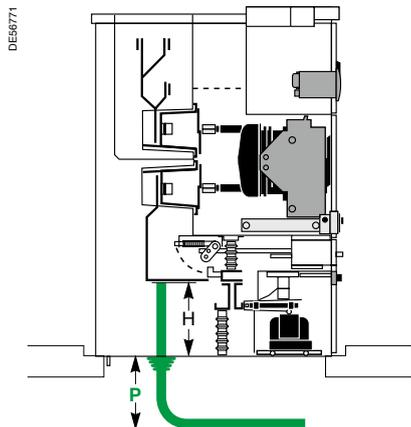

图 1
- 当确定配电柜电缆沟深度P时，应当考虑到柜体和电缆所要求的最大深度（图1）